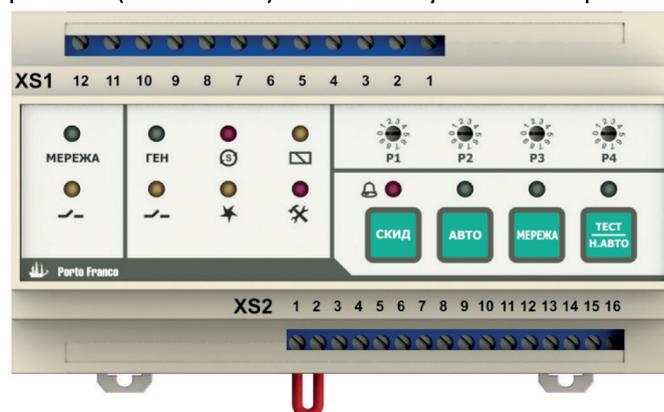

Рис. 5.2 – Приклад конфігурації контролера
5.2.5 Контролер може бути налаштований для роботи як з однофазною, так і з трифазною електричною мережею. Конфігурація виконується за допомогою перемички між контактами 1 та 2 клем XS2 (рис. 5.2). Якщо перемичка встановлена, то контролер працюватиме з трифазною електричною мережею, а якщо не встановлена, то – з однофазною (лише L1-N). За замовчуванням перемичка встановлена.